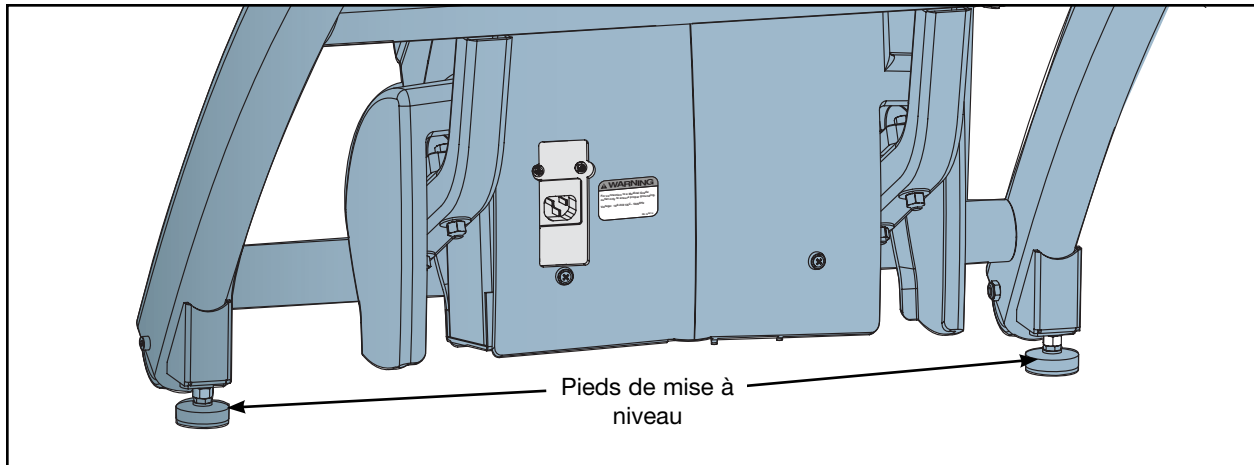

Figure 9
- A. Assurez-vous que l'appareil se trouve sur une surface de niveau. Si ce n'est pas le cas, utilisez une clé à fourche de 9/16 po pour ajuster les pieds de mise à niveau vers le haut ou vers le bas. Reportez-vous à la figure 9.